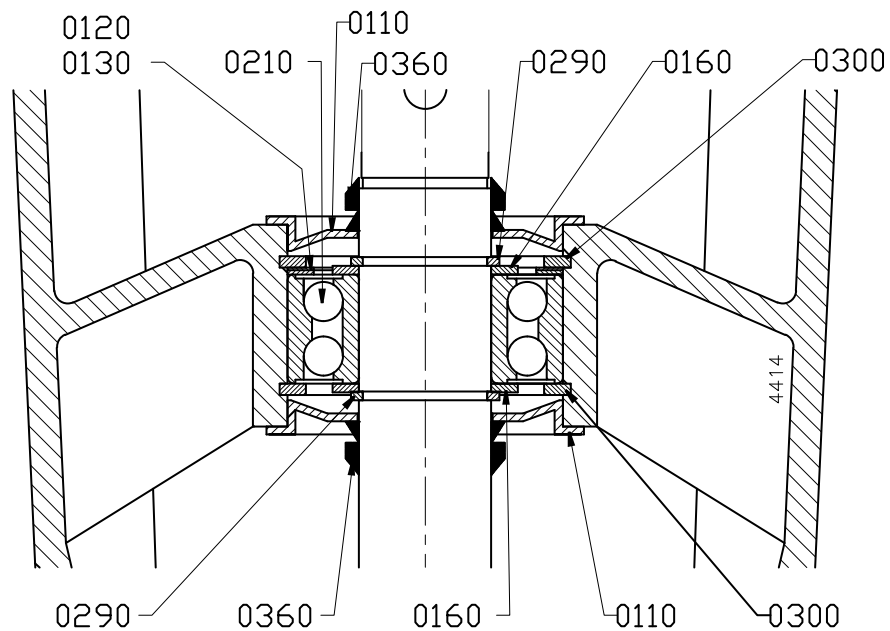

Abbildung 9: Lagerung MCV(S) 12,5 - 14a/b - 20a/b.
- 1 Der untere Sicherungsring (0300) und der untere Lagerdeckel (0110) werden montiert, siehe Abbildung 9.
- 4 Der Sicherungsring (0290) wird auf der Pumpenwelle in der hinteren der beiden Rillen montiert und der Abstandsring (2) auf der Pumpenwelle angebracht.